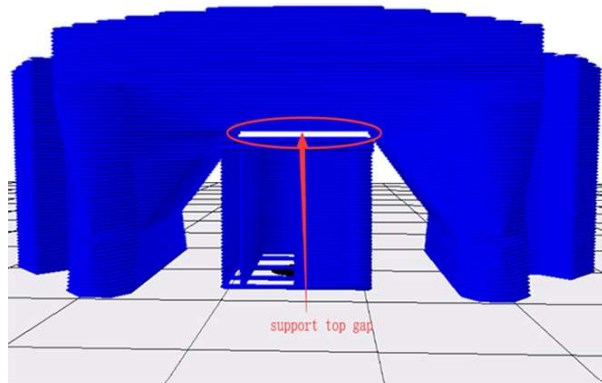

图 24
4.支撑的顶部距模型间隙（单位mm）：即支撑顶部与模型表面的间距如图 24，数值越大，间距越大，支撑越容易剥离，但数值过大会造成支撑效果差，模型添加支撑部位出现悬垂；数值越小，间距越小，支撑从模型表面剥离时，模型表面会有残留料，影响模型表面的光滑度，当为0时支撑表面与模型紧紧连接，如果支撑表面的打印材料与模型是同一种材料会无法剥离；此值默认0.18mm，是理想情况下较合适的值。用户可以在默认数值上打印测试，根据实际打印情况，上调或下调该参数，使模型获得较好的支撑效果且易从模型上剥离和获得较好的模型表面，上调或下调建议按0.03mm梯度增加或减少。